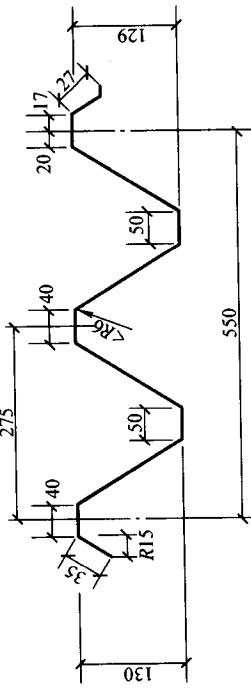

图 1 - 3 YX130 - 275 - 550 压型钢板外形尺寸
4. YX75 - 230 - 690 (I) 压型钢板
YX75 - 230 - 690 (I) 压型钢板外形尺寸见图 1 - 4, 其有效截面特性见表 1 - 4。